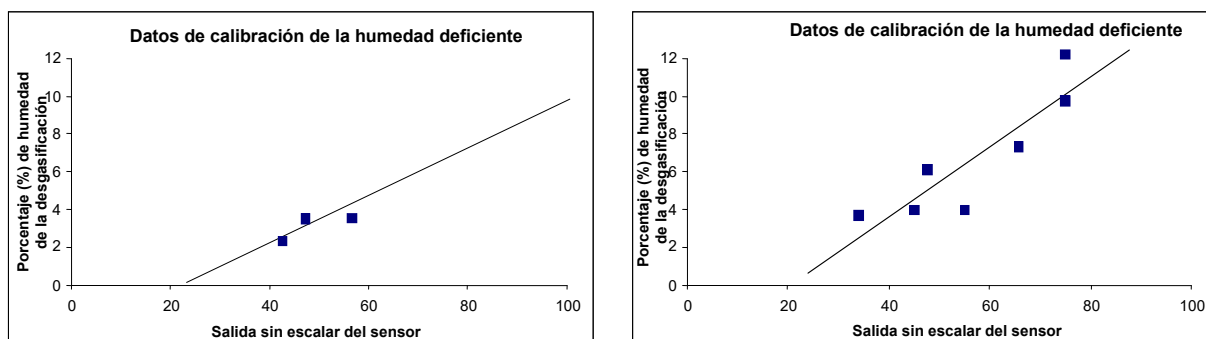

Ilustración 19: Ejemplos de malos puntos de calibración del material
- Si se toman muestras cercanas al mismo contenido de humedad (Ilustración 19: izquierda). Es necesario utilizar un buen rango.
- Si existe una gran dispersión en las lecturas, tal como se muestra en el gráfico de la calibración de la Ilustración 19: (derecha). Por lo general, esto implica un enfoque no fiable o incoherente en la toma de muestras para secado en el horno o una ubicación deficiente del sensor que provoca un flujo inadecuado del material sobre el sensor.